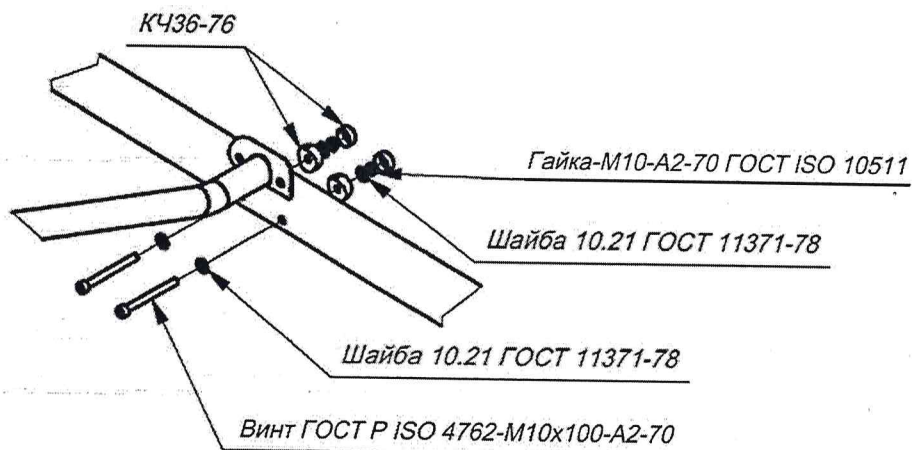

Рис. 15 Схема крепления верховины КН-4595.12.00 к перекладине КН-5271.11.00 (Узел В на Рис. 14)
6.13. Закрепить верховину КН-4595.12.00 на перекладине КН-5271.11.00 и собрать верхний узел элемента вращения КН-4595.13.00 согласно схеме на Рис. 15.